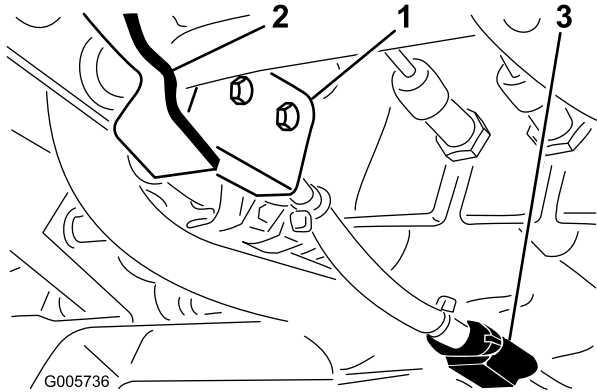

Bild 74
1. Der Abstand zwischen der Drehwellenschaufel der Feststellbremse und dem unteren Teil des Sicherheitsschalters (Bild 74) sollte circa 1,6 mm betragen (die Schaufel darf nicht mit dem Schalter in Berührung kommen).